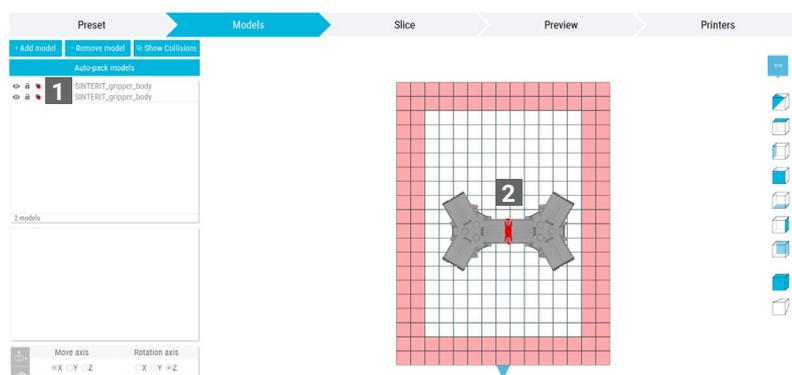

Abb. 2.25: Kollision von Modellen.
Es kann vorkommen, dass Sie die Überschneidung der Modelle nicht sehen. Sie können dies leicht überprüfen. Wählen Sie einfach die Schaltfläche „Show Collisions“. Wenn sich die Modelle überschneiden, werden neben den Modellnamen Kollisionssymbole (1) angezeigt und der Bereich, in dem der Kontakt stattfindet, wird in Rot angezeigt (2) (Abb. 2.25).